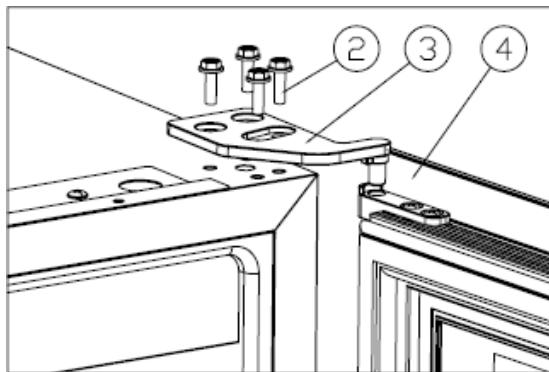

Рисунок 1
Открутите винты M5\*16 (2), демонтируйте правую верхнюю петлю (3) и снимите дверцу.[Рисунок 1].